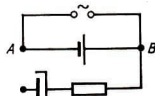

Bild 60
- 10.21 In der in Bild 60 dargestellten Schaltung sind an den Punkten A und B eine Gleich- und eine Wechselspannung einander überlagert. Ergänzen Sie die Schaltung so, daß an dem Elektrolytkondensator nur Gleichspannung liegt.